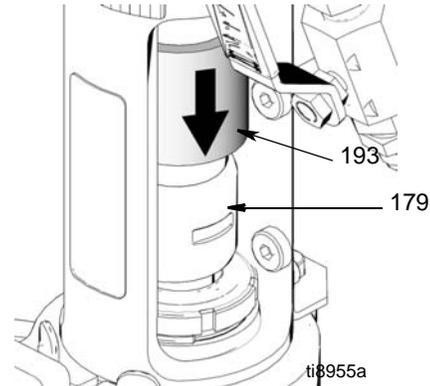

FIG. 25
6. (Fig. 25) Glisser le couvercle (193) du manchon vers le bas sur les manchons (179) de la tige.